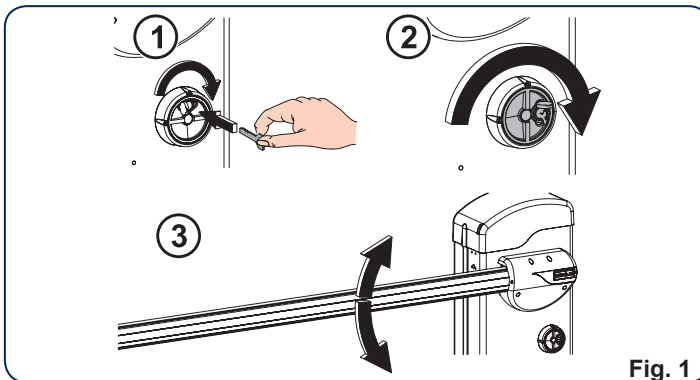

Fig. 1
- Inserire la chiave nel dispositivo di sblocco e ruotarla in senso orario sino al suo arresto, come indicato in fig. 1 rif. ①.
- Ruotare il dispositivo di sblocco in senso orario sino al suo arresto, fig. 1 rif. ②.
- Muovere manualmente l'asta, fig. 1 rif. ③.